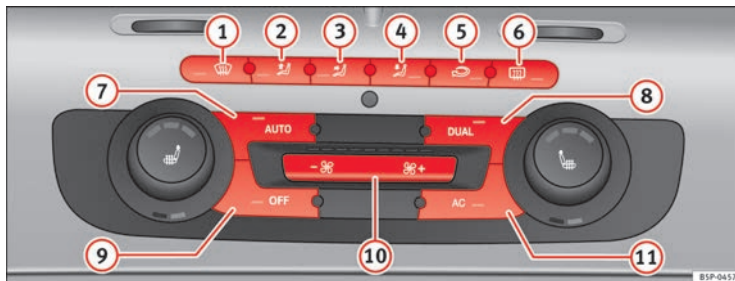

Abb. 135 Bedienelemente der 2C-Climatronic an der Instrumententafel.
- Zum Einschalten des manuellen Betriebs betätigen Sie eine der Tasten ⇒ Abb. 135 ① bis ⑤ oder aber die Gebläsetasten ⑩. Die jeweils eingestellte Funktion wird am Display des Radios bzw. des Navigationssystems angezeigt.
- Drücken Sie die Taste  ⇒ Abb. 135 , um den Umluftbetrieb ein- oder auszuschalten. Bei eingeschaltetem Umluftbetrieb erscheint am Display das Symbol .